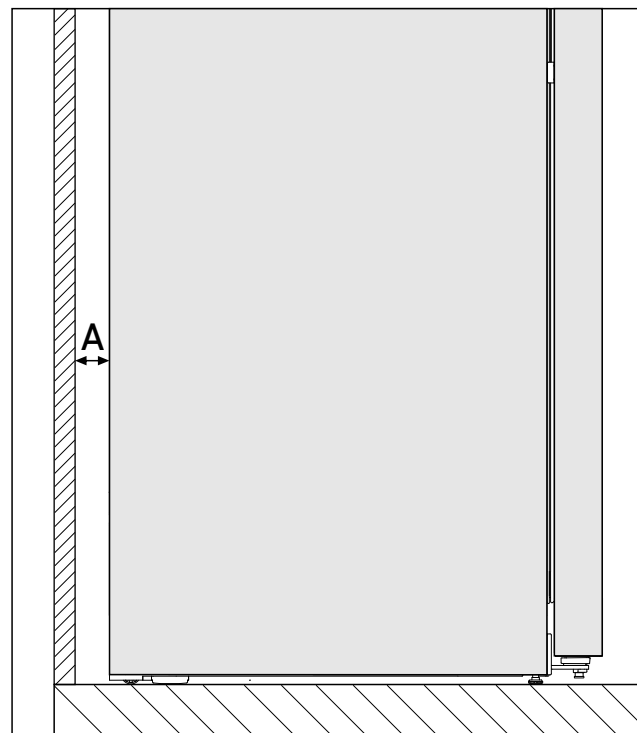

Fig. 3 *
Zużycie energii określono na podstawie odstępu ściany Fig. 3 (A) pomiędzy tylną ścianą urządzenia a ścianą. Jeżeli odstęp ściany jest mniejszy niż Fig. 3 (A), nie ma to wpływu na sprawność urządzenia, jednak zużycie energii zwiększa się nieznacznie przy mniejszym odstępem od ściany.